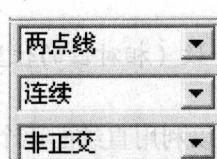
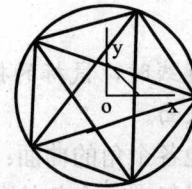

图 1-3-7 “直线”立即菜单
图 1-3-8 绘制五角星
(3) 构造五角星的轮廓线：单击“曲线生成栏”上的“直线”图标 $/$ →在“立即菜单”中选择“两点线”→“连续”→“非正交”（如图1-3-7所示）→单击五角星的5个角点，将五角星的各个角点连接，如图1-3-8所示。